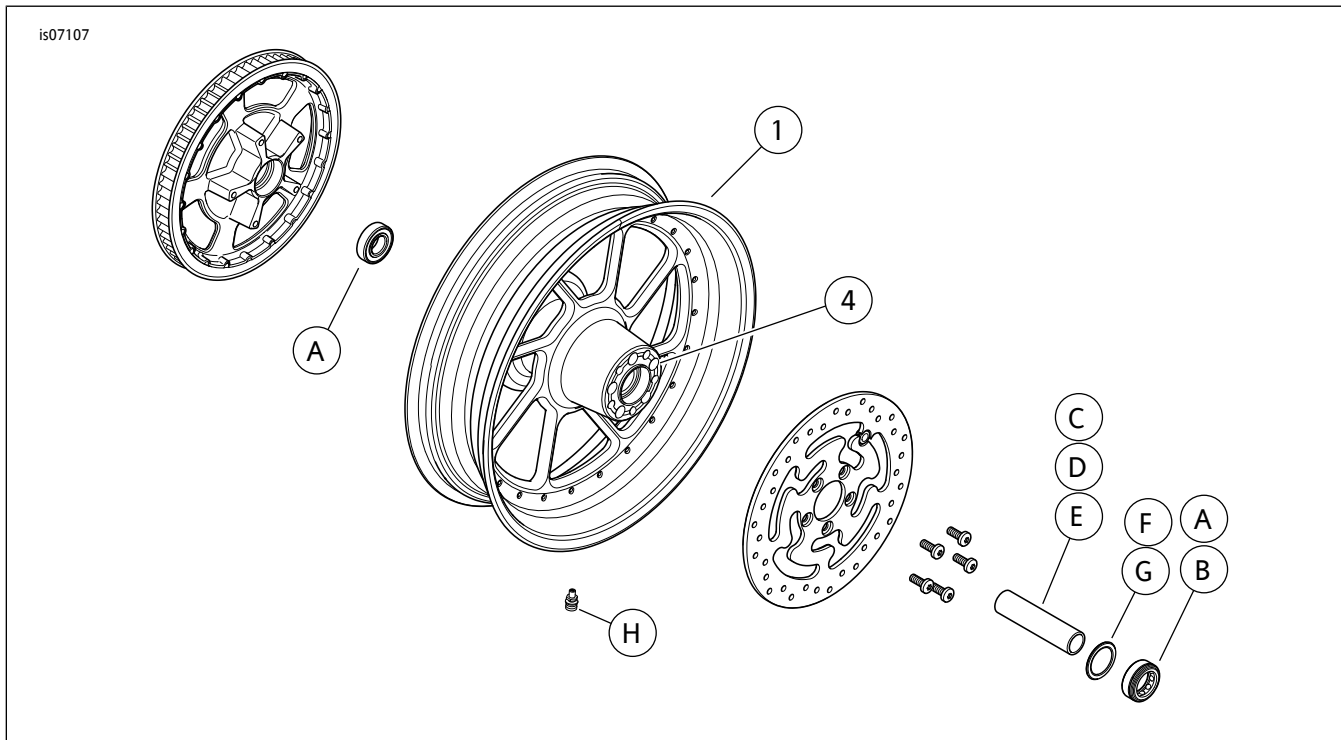

图1. 维修零件：RoadWinder后轮
参见图1和维修零件表。
2. 参见图1。在车轮上安装阀杆组件(H)。参阅维修手册。